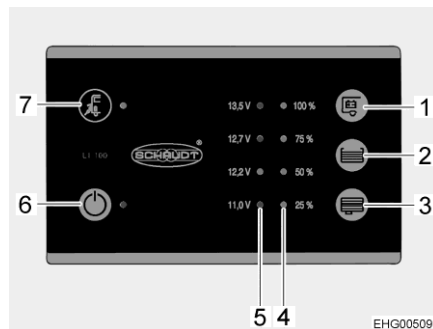

Fig. 67 Pannello di controllo (LT 100)
Il LED giallo accanto al simbolo del collegamento a rete "⚡" (Fig. 67,7) si accende, quando il veicolo è collegato a un'alimentazione di rete esterna. Il LED si accende anche se il pannello di controllo è spento.
L'interruttore principale a 12 V (Fig. 67,6) inserisce o disinserisce il pannello di controllo e l'alimentazione a 12 V dell'abitacolo.
- Premere l'interruttore "⏻" (Fig. 67,6): L'alimentazione a 12 V dell'abitacolo è inserita. Il LED diventa verde.
- Premere di nuovo l'interruttore "⏻" (Fig. 67,6): L'alimentazione a 12 V dell'abitacolo è disinserita. Il LED si spegne.
La scala LED (Fig. 67,5) indica la tensione della batteria dell'abitacolo nel modo seguente:
- Premere il tasto "⏻" (Fig. 67,1): Viene indicata la tensione della batteria dell'abitacolo.
La scala LED (Fig. 67,4) indica il livello del serbatoio dell'acqua potabile o del serbatoio delle acque grigie.
Premere il tasto "☰" (Fig. 67,2): Il livello di riempimento del serbatoio dell'acqua potabile è indicato dai LED accesi.
Premere il tasto "☷" (Fig. 67,3): Il livello di riempimento del serbatoio delle acque grigie è indicato dai LED accesi.